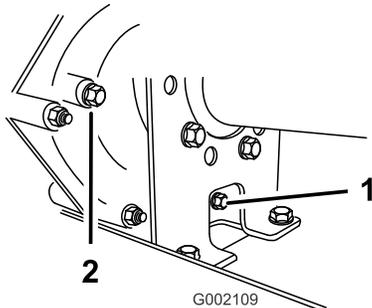
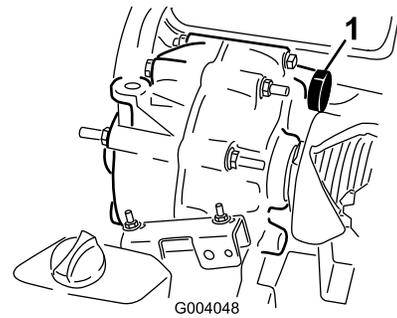

Figure 59
Figure 60
2. Essuyez la surface autour des bouchons de remplissage et de vidange avec un chiffon (Figure 59).
4. Dévissez et enlevez le bouchon de remplissage (Figure 59).
5. Dévissez et enlevez le bouchon de vidange (Figure 59).
6. Remettez et serrez le bouchon de vidange et le joint dans le trou de la transmission (Figure 59).
7. Versez par le trou du bouchon de remplissage du réservoir (Figure 60) environ 1,4 litre du liquide spécifié ou la quantité de liquide nécessaire pour que le niveau de liquide atteigne le bas du filetage (Figure 59).
8. Remettez et serrez le bouchon de remplissage et le joint dans le trou de la transmission (Figure 59).
10. Contrôlez le niveau de liquide et faites l'appoint si le niveau est en dessous du filetage du trou du bouchon de remplissage (Figure 59).